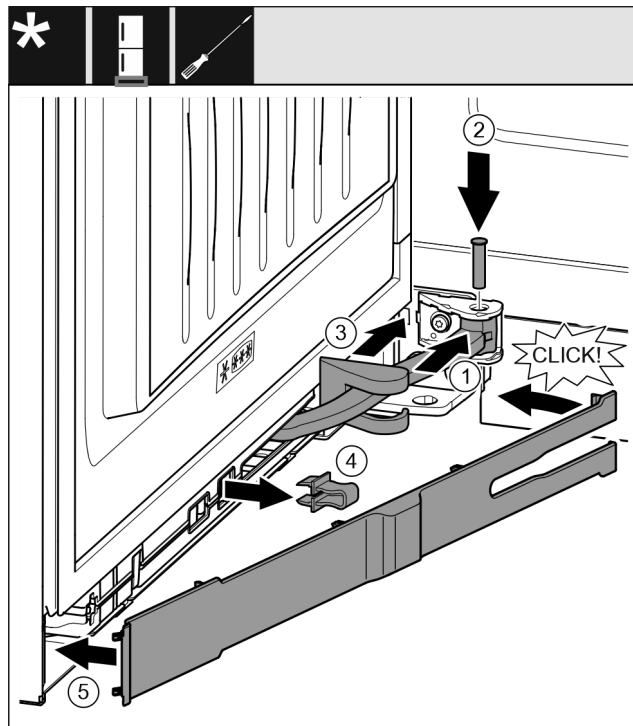

Fig. 36
- ▶ Rotiți articulația în sistemul de suspendare. Fig. 36 (1)
- ▶ Introduceți cu o șurubelniță T15 bolțul în sistemul de suspendare și articulație. Urmăriți ca respectiva camă de cuplare să fie așezată corect în canelură. Fig. 36 (2)
- ▶ Împingeți capacul suportului de lagăr de-a lungul articulației și montați-l deasupra sistemului de suspendare. Fig. 36 (3)
- ▶ Detașați siguranța. Fig. 36 (4)
- ▶ Așezați și rabatați în interior masca pe partea mânerului. Fig. 36 (5)